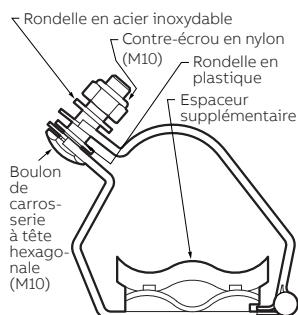

Figure 1
- Pièce de verrouillage (figure 1 – préassemblée à la bride)